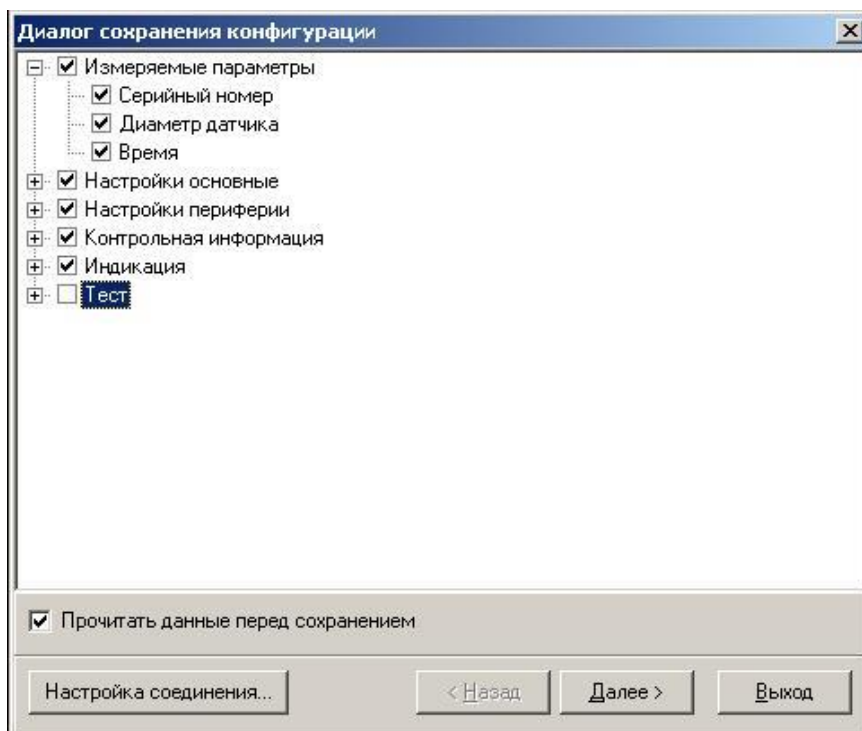

Рис.27. Окно «Диалог сохранения конфигурации».
- в открывшемся окне «Диалог сохранения конфигурации» выбрать набор параметров, которые будут прочитаны из прибора, установить флаг «Прочитать данные перед сохранением» и нажать кнопку «Далее», дождаться окончания считывания (рис.27):